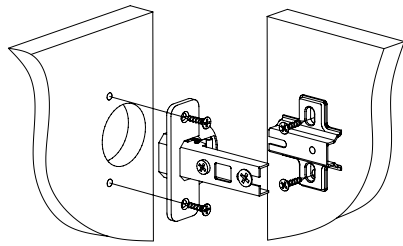

Рис.1
1. При помощи шурупов 3,5x16 установить петли накладные на крышку 5 и ответные планки петель на заднюю стенку 3 (Рис. 1).